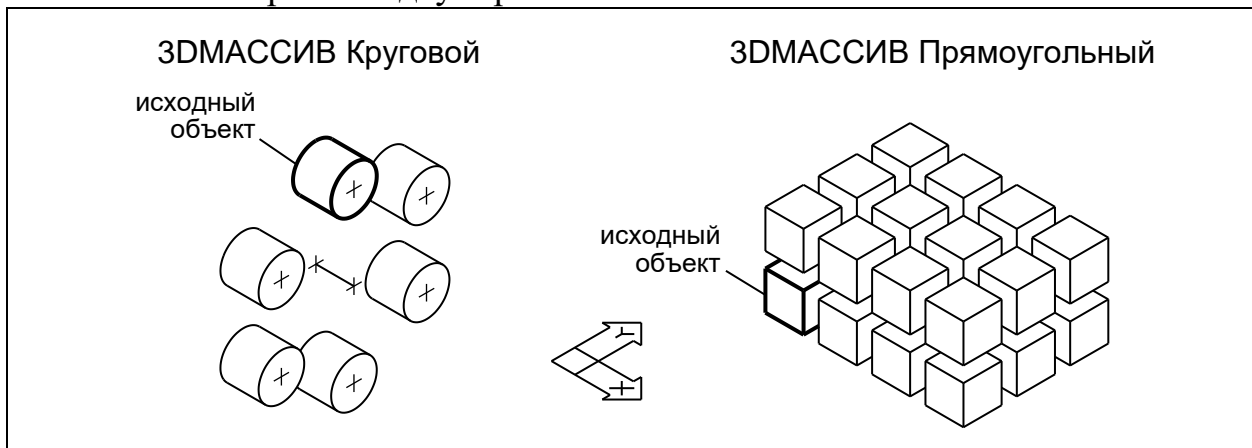

Рис. 11
**3D-массив** образуется путем упорядоченного множественного копирования объекта вокруг пространственной оси (круговой массив) либо в виде трехмерной прямоугольной матрицы (прямоугольный массив). 3D-массив создается командой **ЗДМАССИВ** (рис. 11). Построение 3D-массива во многом аналогично построению двумерного массива.
При построении *прямоугольного* 3D-массива наряду с числом рядов (ряды параллельны оси  $OX$ ) и числом столбцов (столбцы параллельны оси  $OY$ ) можно также задать число этажей (этажи параллельны плоскости  $XOY$ ). Хотя бы одно из значений числа рядов, столбцов или этажей должно быть не меньше двух. Так, на рис. 11 в прямоугольном массиве 3 ряда, 4 столбца и 2 этажа с одинаковыми расстояниями между ними.